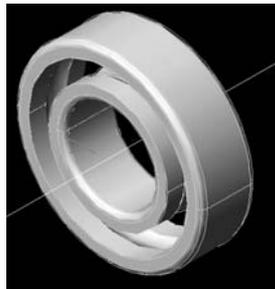

Рисунок 9.2
- используя команду **Вращать** получить (рисунок 9.2);